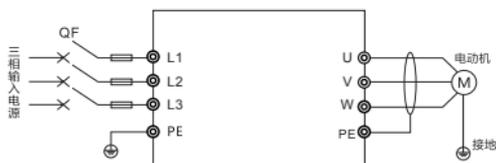

图 4-1 试运行接线图
- (1) 输入电源接入变频器之前，确认电源电压是否在变频器额定输入电压范围内；
- (2) 按图 4-1 所示接线；
- (3) 确认接线无误后合上电源开关，接通电源，变频器显示“50.00”；
- (4) 控制方式选择 P00.00=0, V/F 控制模式；
- (5) 命令源选择 P00.01=0, 键盘控制；
- (6) 频率源选择 P00.02=0, 键盘数字设定，并设置预置频率 P00.08=0.0；
- (7) 按“”键启动变频器，变频器输出 0 频，键盘显示“0.0”
- (8) 按“▲”键，增大设定频率，变频器输出频率从“0.0”开始增大，电动机转速加快；
- (9) 观察电动机运行是否正常，若有异常应立即停机，排除原因后再运行；
- (10) 按“▼”键，减小设定频率，电动机转速下降；
- (11) 按“⏻”键停止变频器，并切断输入电源。
- (1) 按图 4-1 所示接线，确认接线无误后合上电源开关；
- (2) 按以下顺序设置如下参数：